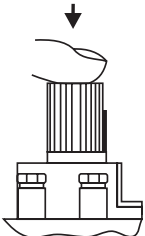

Рис. 8.
- 7.1. Установка ручки управления газа в требуемое положение производится путем легкого нажатия и поворот в нужное положение (рис. 8).